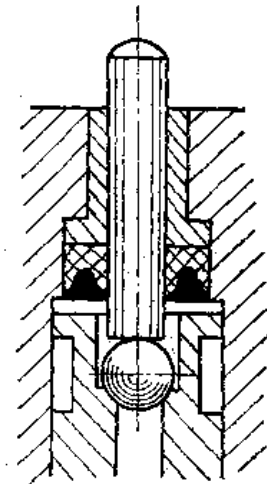

图6-1-23 小型阀门
(2) 阀门的泄漏 手操纵器及切断余料的自动控制阀门泄漏时，最简单的修理方法是把阀杆截短 5mm ，放入一个直径为 $1/4"$ 的滚珠(图6-1-23)这样就消除了阀杆、阀座和导套三者的轴心线不能保持一致的缺陷。阀管要光滑，不应有卡紧现象。如果发生卡紧现象，即应取出，用细号砂布打磨光滑，清洗干净，涂以润滑油脂，再装上。